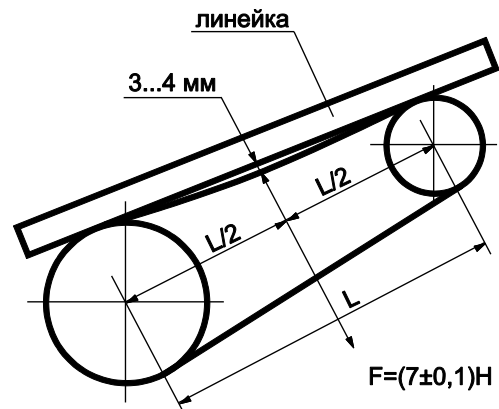

Рисунок 12.
- проверить натяжение ремня по схеме (рис. 12);